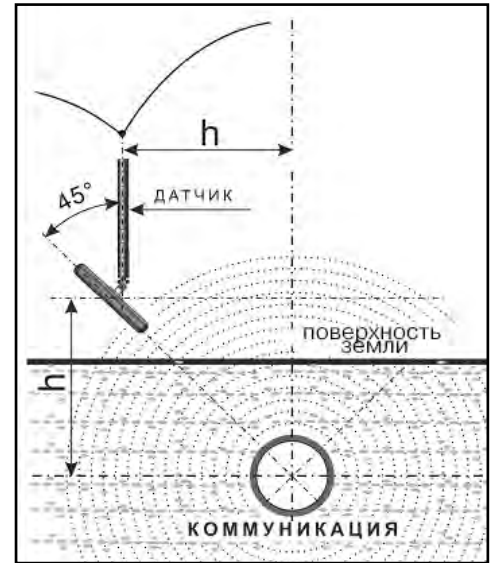

Рис.8.1
2. При положении датчика ЭМД перпендикулярно трассе и под углом  $45^\circ$  к поверхности земли минимум сигнала наблюдается на удалении от точки «над трассой», равном глубине залегания коммуникации, когда ось антенны пересекает ось трассы. Это - косвенный метод измерения глубины залегания коммуникации (рис.8.1).